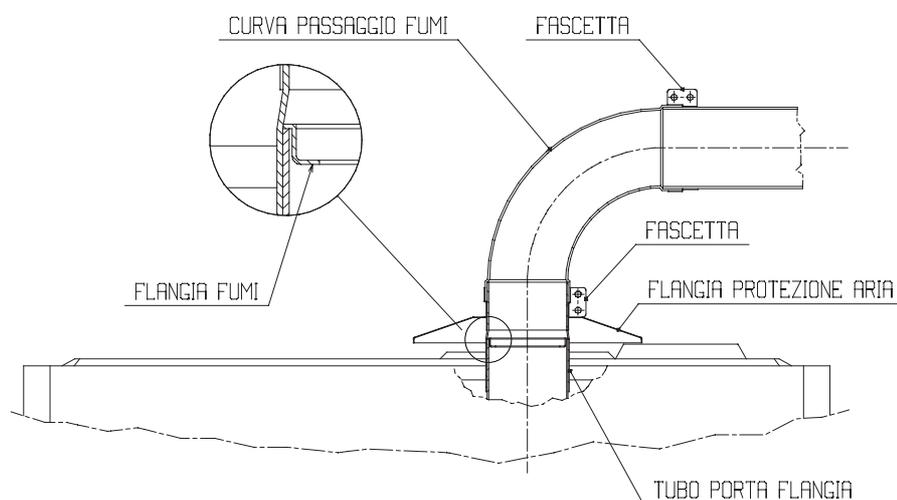

FIG. 6
- Montare le eventuali prolunghe avendo cura di imboccarle correttamente, quindi la curva tra tubi e caldaia bloccandola con le apposite fascette di sicurezza (fig. 6).